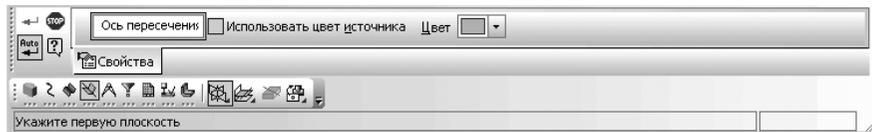

Рис. 8.165. Панель свойств: **Ось на пересечении плоскостей**, Компактная панель и строка сообщений
- щелкните в всплывающем меню по пункту  – **Пересечение двух плоскостей** и отпустите кнопку мыши. Появится соответствующая **Панель свойств: Ось на пересечении плоскостей**, показанная на рис. 8.165. В строке сообщений появится подсказка: **Укажите первую плоскость**.